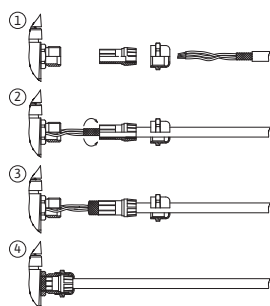

Fig. 25: Oklop
Oklop se povezuje na kablovski uvodnik na elektronskom modulu. Vidi Fig. 25.
Kablovi za digitalne ulaze, analogne ulaze i komunikaciju preko sabirnica moraju biti oklopljeni preko metalnih navojnih priključaka kablova kablovskog uvodnika (Fig. 19, poz. 4, 5 i 6). Za oklop vidi Fig. 25.
1. Pomoću alata (npr. odvijačem) pažljivo otvoriti kukice za zadržavanje (Fig. 25).